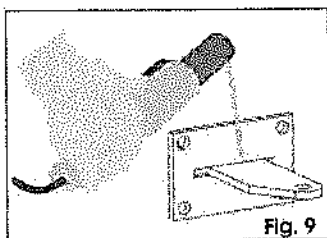

Fig. 9
- i- Fije la brida posterior a la placa introduciéndola en la correspondiente ranura (Fig. 9).